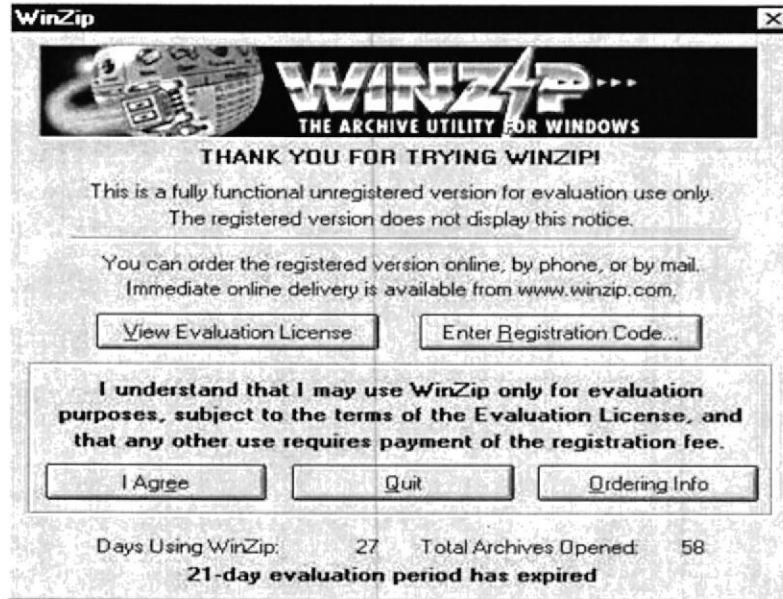

Figura 4.7.2 Ventana de Winzip
5. Aparecerá la pantalla del Win Zip, elija la opción “*I Agree*”, figura 4.7.2.